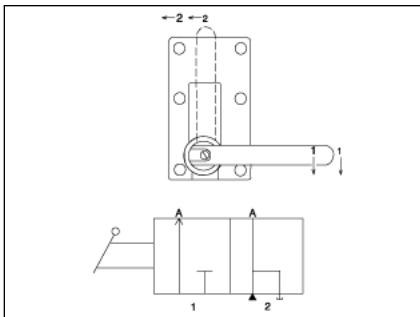

Figura 7
- Mude a alavanca da válvula para a posição 1 como mostrado na Figura 7.